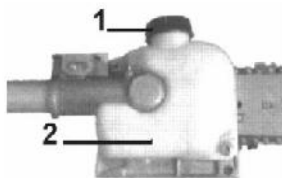

Fig. PP8
1. Coloque la barra de podar sobre una superficie limpia y plana, con la el tapón de llenado de aceite orientado hacia arriba Véase la Fig PP8.